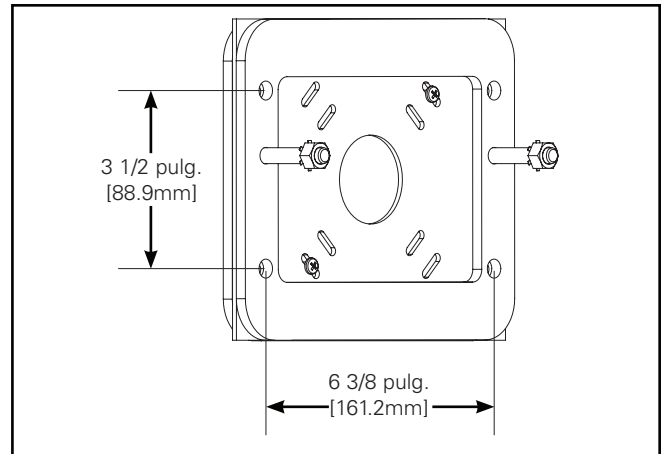

Figura 6.
3. Además de los tornillos suministrados con la caja de conexión, la unidad debe ser sujeta por tornillos de anclaje de 1/4 pulg. (suministrados por otros) instalados a través de los cuatro orificios provistos. (Figura 6).